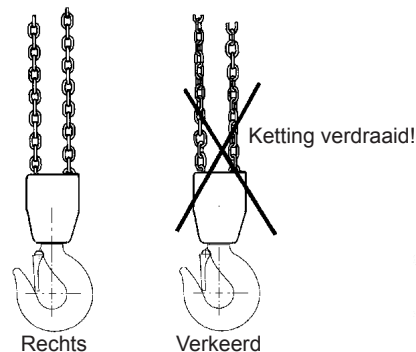

Fig. 3 De ketting mag niet verdraaid raken
- De lastketting mag niet knikken of verstregeld raken. Bij handtakels met twee of meer parten bestaat het risico dat de ketting gaat verstregelen als de onderste haak verstrikt raakt met de kettingstrop. Dat kan zich doorgaans voordoen tijdens het opnieuw optuigen of wanneer de handtakel wordt verplaatst tussen werkstations. Zie Fig. 3.